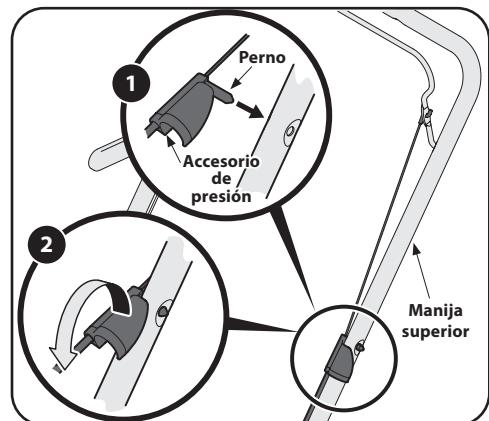

Figura 2-3
- Presione el perno que está dentro del accesorio de presión dentro del orificio que se encuentra en el lado izquierdo de la manija superior, según se muestra en Figura 2-3.